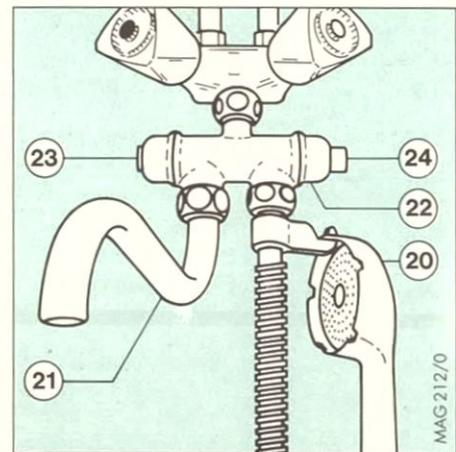

Bild 4.4: Bedienung der Handbrause
4.4 Bedienung der Handbrause (Bild 4.4)